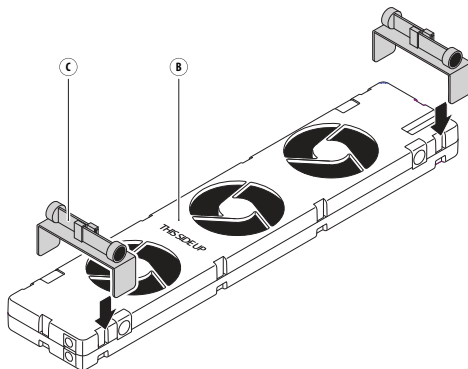

Abb. 5 - Bringen Sie die Halteungen am **SpeedComfort** (B1) an.
1. Setzen Sie die beiden **Halteungen** (C1, C2) oben auf den **SpeedComfort** (B1) (siehe Abb. 5).
2. Wiederholen Sie die Schritte 1-7 wie für einen *breiten Heizkörper*. Verwenden Sie die **verstellbaren Magnete** (c1, c2, c3, c4) an den **Halteungen** (C1, C2), um den **SpeedComfort** (B1) zwischen den Platten aufzuhängen (siehe Abb. 5 und 6). Richten Sie den **SpeedComfort** (B1) an der Vorderseite des Heizkörpers aus, um die Lüftung zu optimieren.